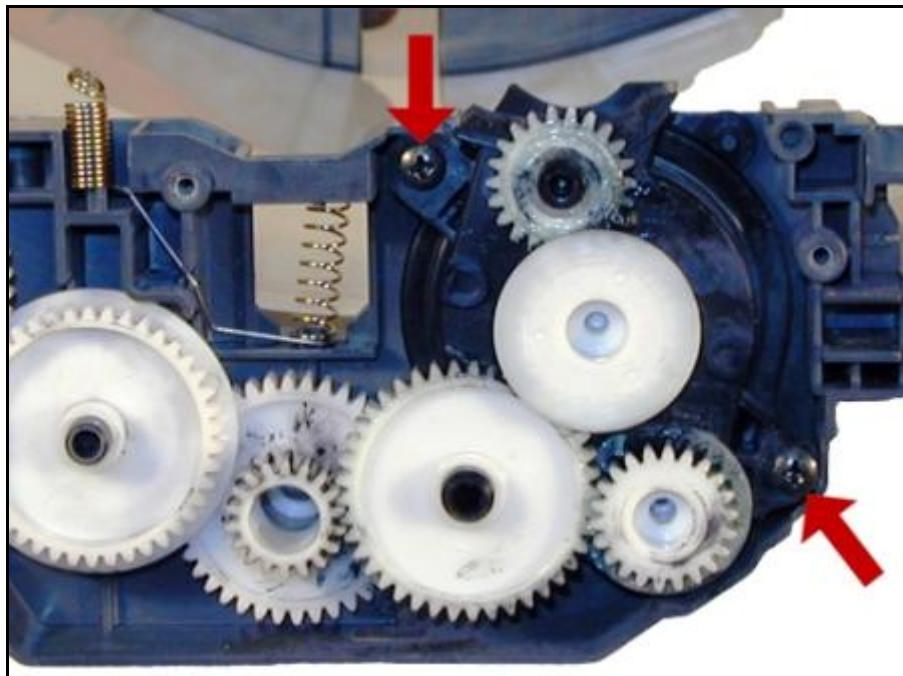

Ilustración 24
17. Del lado del engranaje mayor sacar los dos tornillos de la cubierta de engranajes. Ver ilustración 24.